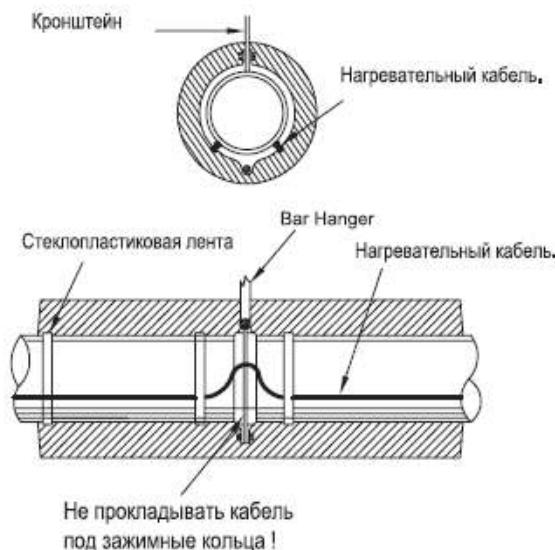

Рис. 6
- **кронштейн крепления, фланец.** Увеличивает потери тепла, поэтому рядом с ним необходимо сделать петлю из кабеля (рис. 6 ,7, 8).